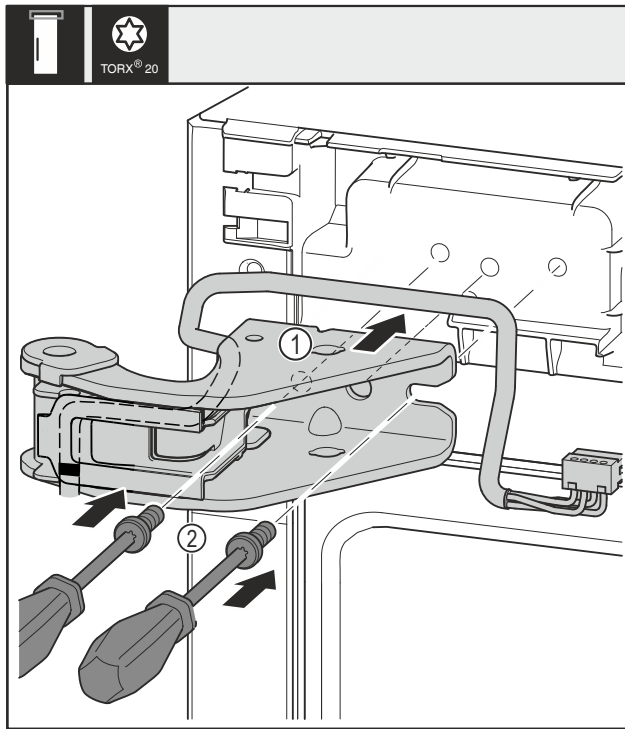

Fig. 31
- ▶ Установите верхний опорный кронштейн Fig. 31 (1).
- ▶ Установите и затяните винты Fig. 31 (2) отверткой.